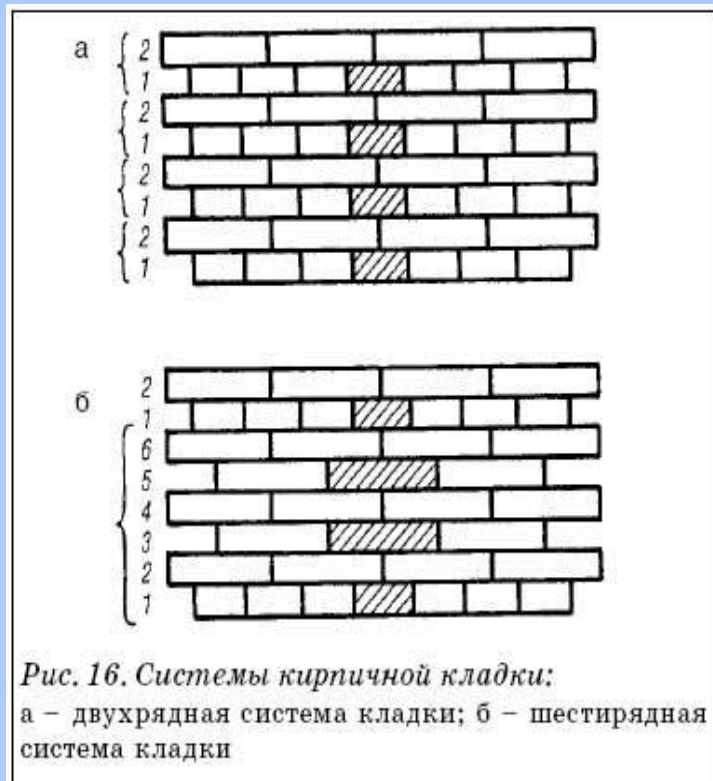

Рис. 16. Системы кирпичной кладки:
- В **двухрядной системе кладки** тычковые ряды чередуются с ложковыми. Поперечные швы в этой системе перекрываются на 1/4 кирпича, а продольные – на 1/2 кирпича (рис. 16).